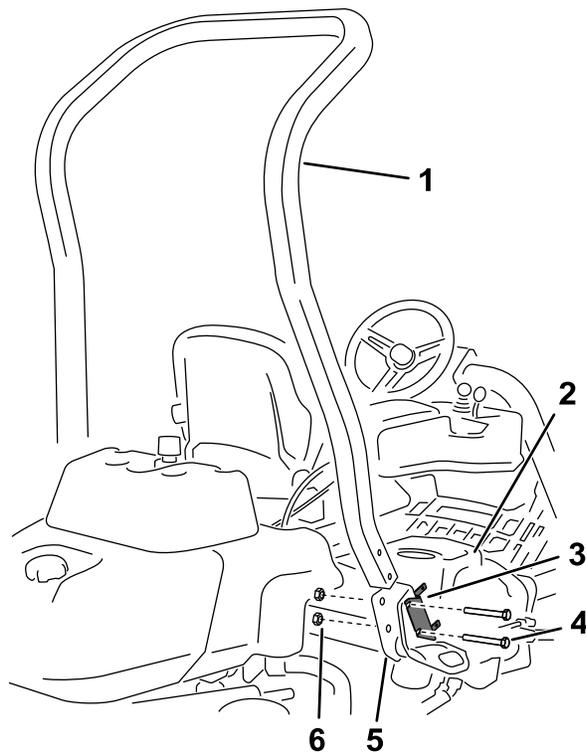

Рисунок 3
4. Отверните 2 болта, которые крепят кронштейн блока предохранителей к кронштейну конструкции ROPS, как показано на Рисунок 3.